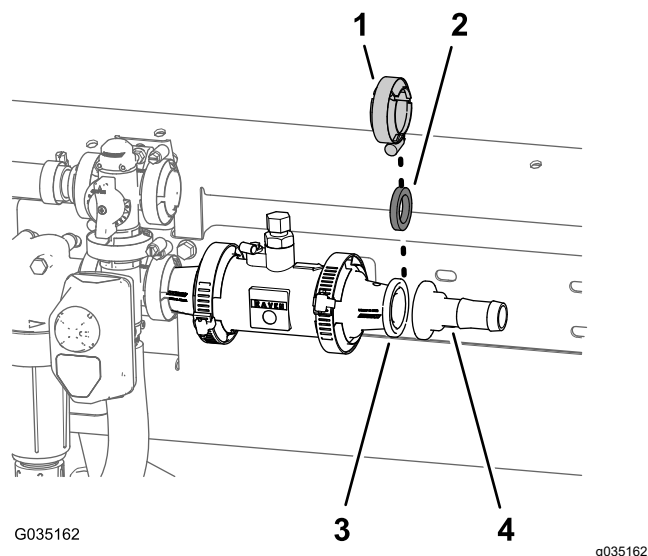

Рисунок 56
3. Присоедините шланговый штуцер и уплотнительную прокладку к переходнику (Рисунок 56) с помощью фланцевого хомута 51 мм (2 дюйма).
2. Совместите уплотнительную прокладку (1-5/16 дюйма) и шланговый штуцер типа «елочка» с концом переходного патрубка (Рисунок 56).